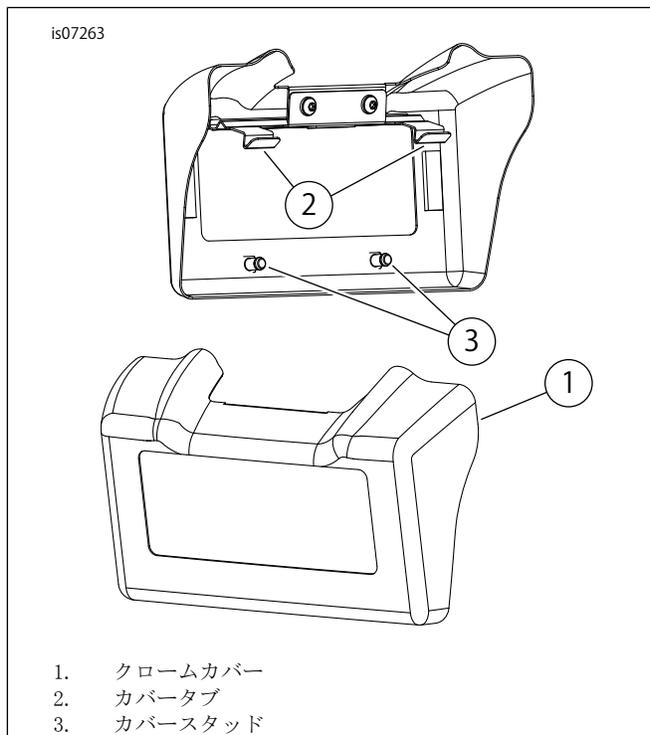

図1。クロームオイルクーラーカバー
2. 図1を参照してください。新品のクロームカバー(1)をスライドさせ、2つのタブ(2)がオイルクーラー上部後方にひっかかるようにします。